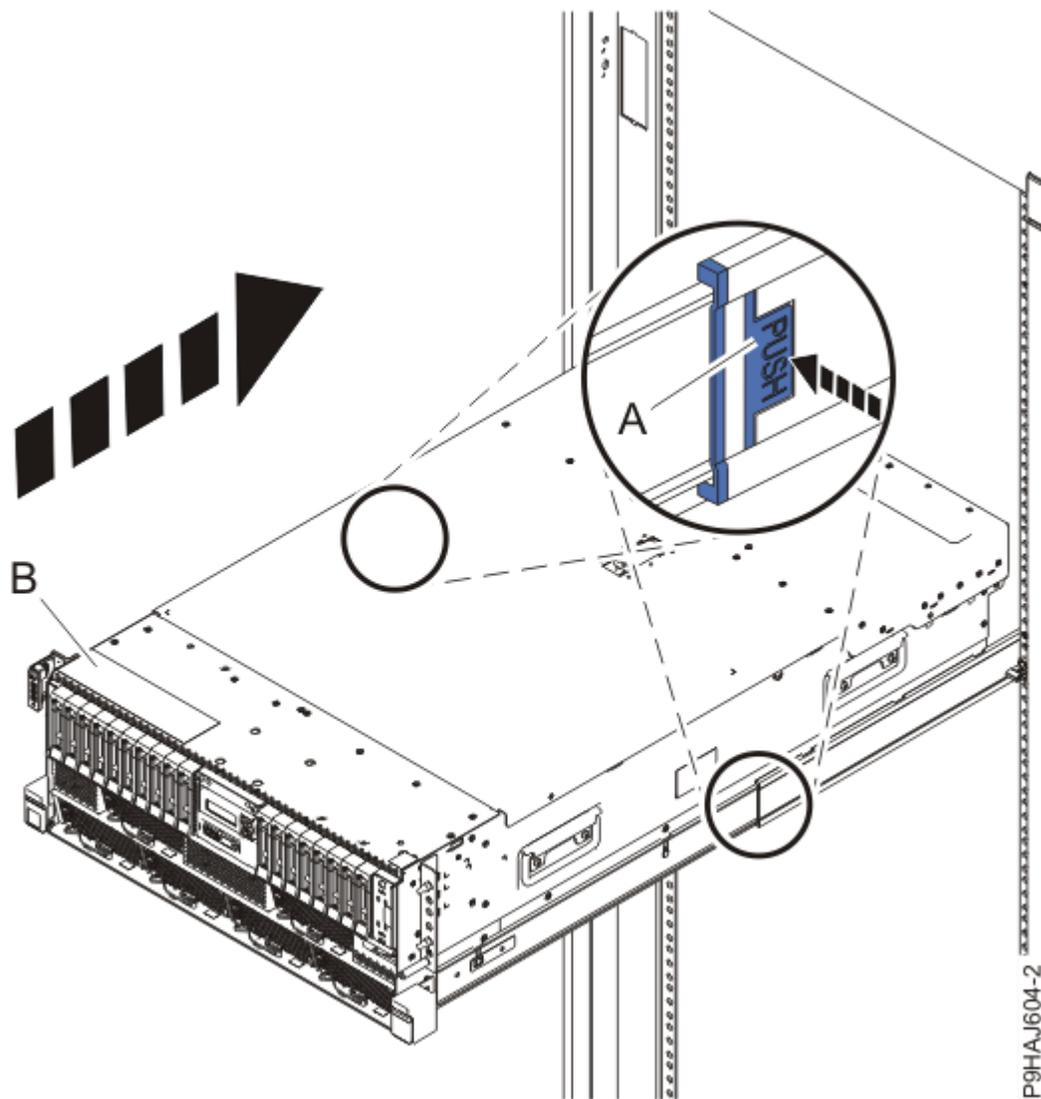

Figura 83. Colocando o Sistema na Posição de Operação
2. Para um sistema montado em rack, destrave as travas de segurança do trilho azul **(A)**, conforme mostrado na Figura 83 na página 92, empurrando-as para dentro.